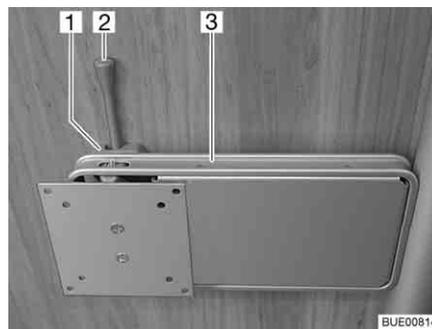

Bild 51 Halterung an Säule
- Den Entriegelungshebel (Bild 51,2) zur Seite drücken und die Halterung (Bild 51,3) mit dem Flachbildschirm in die gewünschte Position drehen.
- Flachbildschirm zurückdrehen, bis die Halterung (Bild 51,3) in die Verriegelung (Bild 51,1) einrastet.